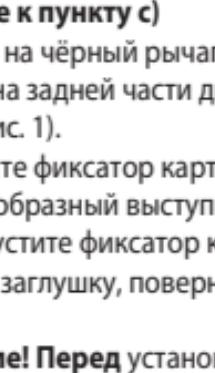

Рис. 2
- b) Поднимите фиксатор картуши и вставьте картушу таким образом, чтобы V-образный выступ на основании картуши был повернут вниз. Опустите фиксатор картуши (Рис. 2).